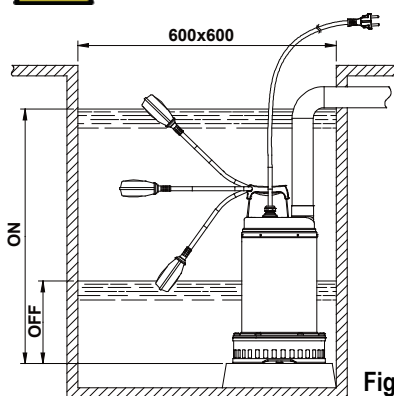

Fig.1
- 4.1 Si le fond du puits où la pompe doit fonctionner est particulièrement sale, il est bon de prévoir un support pour poser la pompe afin d'éviter que la crépine d'aspiration se bouche (**Fig.1**)
2. Pour la version munie d'interrupteur à flotteur, contrôler que celui-ci peut bouger librement (VOIR PARAGRAPHE REGLAGE INTERRUPTEUR A FLOTTEUR). Prévoir des puisards ayant les **dimensions minimum** indiquées dans la **Fig.1**. Le puisard devra toujours être dimensionné également en fonction de la quantité d'eau en arrivée et du débit de la pompe de manière à ne pas soumettre le moteur à un nombre excessif de démarrages.